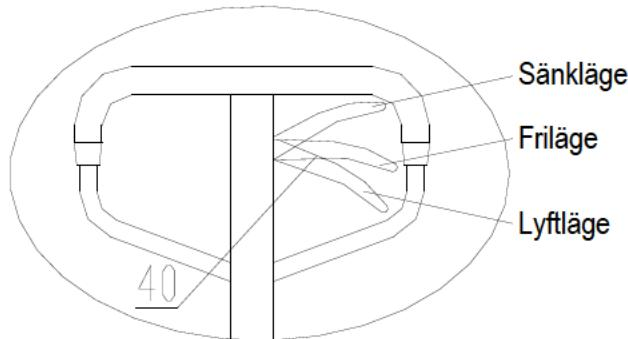

Bild 5
- Sedan lyftvagnen monterats, pumpa handtaget och manövrera handvredet 40 i olika lägen för att undersöka lyftfunktionen, stillastående och sänkning, och kontrollera att de olika funktionerna arbetar normalt. (*Bild 5*)
- Med handvredet 40 placerat i lyftläge är gaffeln ställd i lyftläge. Pumpa då handtaget uppåt och nedåt varvid gaffeln lyfts. (*Bild 5*)
- Med handvredet 40 placerat i friläge kan gaffellyftvagnen köras. Om handtaget pumpas i detta läge varken lyfts eller sänks gaffeln. Du kan då använda vagnen för att transportera godset. (*Bild 5*)
- Med handvredet 40 placerat i sänkläge kommer gaffeln att sänkas automatiskt. (*Bild 5*)